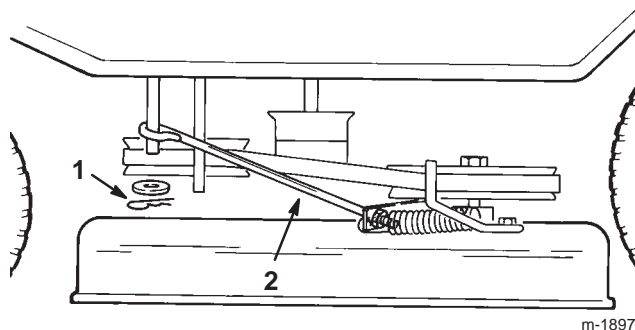

Bild 41
17. Stecken Sie die Mähwerkstange in den Messerregelarm und befestigen Sie ihn mit einer Scheibe und einem Splint (Bild 41).